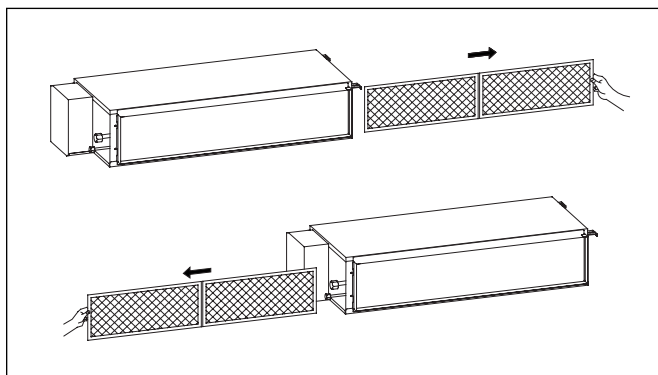

Figure 8
2. Faites glisser le filtre vers la droite ou vers la gauche selon la flèche illustrée à la Figure 8.